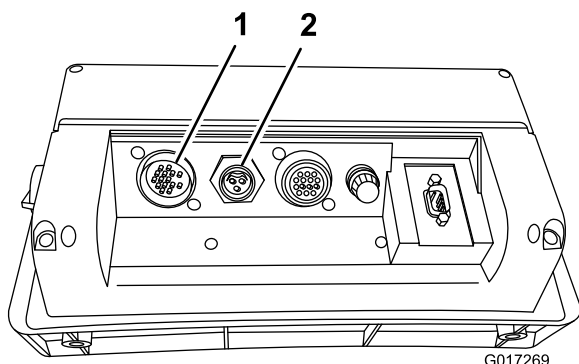

Figura 3
6. Inserite i cavi nelle rispettive entrate sul retro del computer a console (Figura 3) e fissateli ruotando gli anelli di bloccaggio.